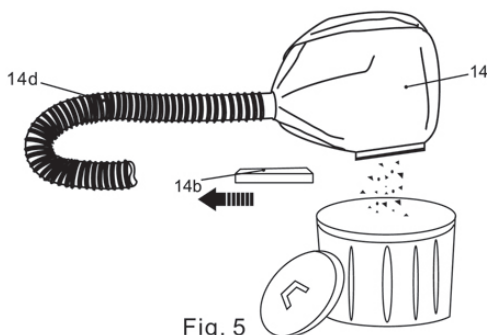

Fig. 5
- > Retire a mangueira de aspiração (14d) com o saco de recolha (14) do produto, se necessário.
- > Segure o saco de recolha (14) sobre um saco de lixo adequado.
- > Puxe para fora o fecho (14b) do saco de recolha (14) e esvazie os resíduos num saco de lixo adequado (Fig. 5).
- > Deslize o fecho (14b) nas ranhuras do saco de recolha (14) e volte a colocar a mangueira de aspiração (14d) e o saco de recolha (14) no produto.